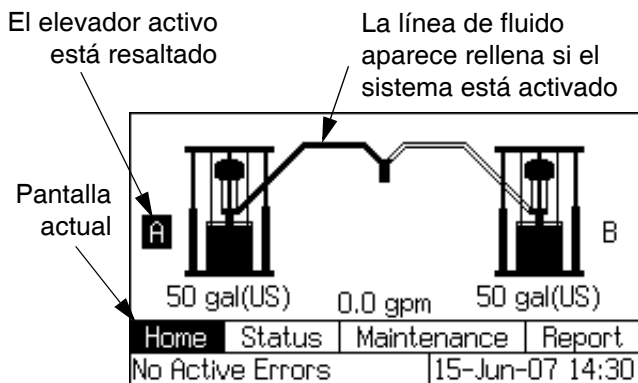

FIG. 9: Pantalla de Marcha inicial
- Vea FIG. 9. La pantalla de Marcha inicial muestra qué elevador (A o B) está activo y cuánto volumen queda en cada tambor. La línea de fluido aparece rellena, indicando que el sistema está activado.